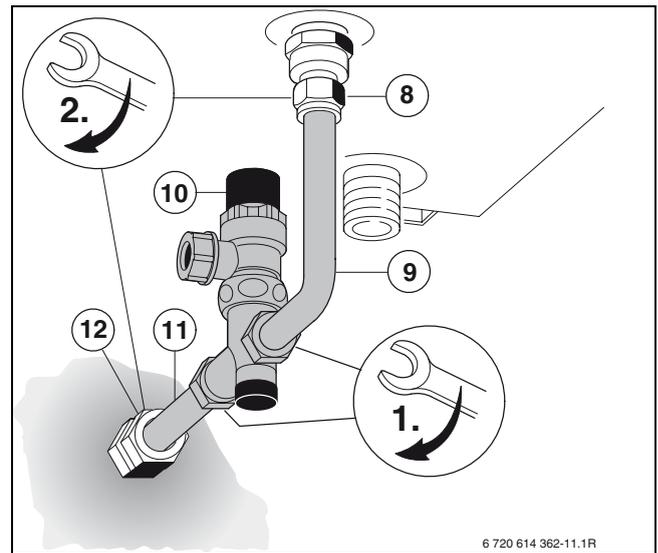

Bild 13
- ▶ Die Klemmverschraubungen (8) und (12) nachziehen (→ Bild 13 auf Seite 10).